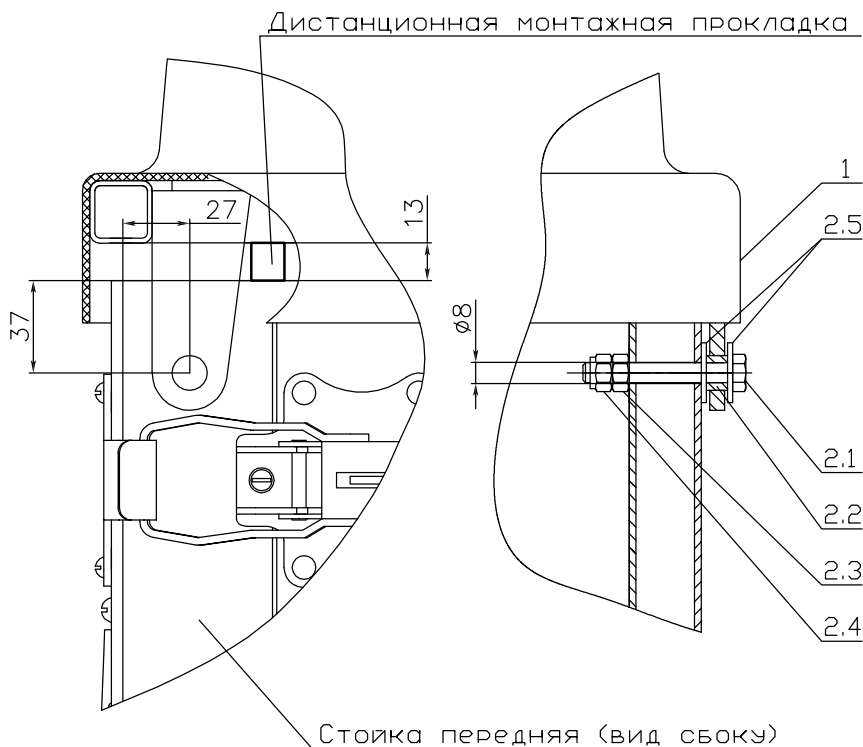

Рисунок 1.
3. Приподнять переднюю часть крышки и положить между, боковым бортом прицепа и боковой частью рамки крышки дистанционные монтажные прокладки толщиной 13мм (рис. 1).
4. Сдвинуть крышку так, чтобы центры отверстий петель оказались в 27 мм. от края передней стойки, как показано на рис. 1.
6. Вставить в петли крышки втулки 2.2 и просверлить через них отверстия $\varnothing 8$ мм, в передних стойках прицепа (рис. 1).
7. Установить в соответствующем порядке втулку 2.2, шайбы 2.5, болт 2.1 и гайки 2.3 и 2.4 как показано на рис. 1.